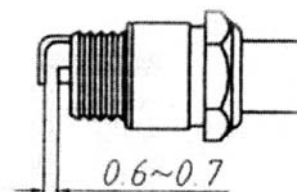

Рис. 16
- (1) Очищайте фильтр ежедневно после завершения работы. Обратите особое внимание на тот факт, что грязь, налипающая на губку, вызывает снижение мощности двигателя.
- (2) После промывки губки бензином, отожмите ее, а затем установите на место.
- (3) Обеспечьте необходимый зазор свечи зажигания, который должен быть равен 0,6-0,7 мм. Проверяйте зазор как можно чаще, в случае необходимости регулируйте его, как показано на рис. 16.
- (4) Тип свечи зажигания для данного устройства 4106J. Не используйте свечи других типов. В случае необходимости замены, вы можете приобрести ее в местном магазине сельскохозяйственной техники.